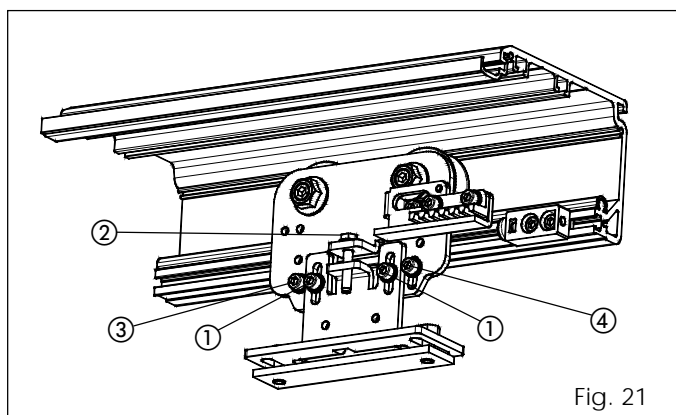

Fig. 21
- Afloje ligeramente los dos tornillos hexagonales fig. 21 ref. ①.
- Gire el tornillo (fig. 21 ref. ②) en sentido horario para subir las hojas o bien en sentido antihorario para bajarlas.
- Afloje los dos tornillos hexagonales (fig. 21 ref ③ y ④).
- Haga deslizar el tornillo de fig. 21 ref. ④ por el interior de la ranura, de modo que la rueda de contraempuje, durante el movimiento del carro, se deslice sobre el perfil sin bloquearse. Compruebe que se pueda bloquear la rueda sin que por ello se pare el carro.